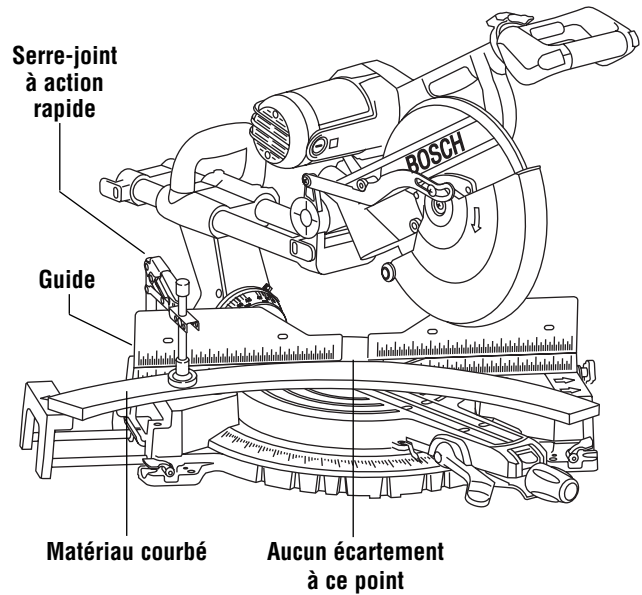

Figure 37. Matériau courbé
**AVERTISSEMENT** Si l'ouvrage est courbé ou gondolé, cramponnez-le avec la face courbée extérieure dirigée vers le guide. Assurez-vous toujours de l'absence d'un écartement entre l'ouvrage, le guide et la table le long de la ligne de coupe. Les ouvrages pliés ou gondolés peuvent se tordre ou culbuter, et peuvent faire gripper la lame de scie en rotation durant la coupe (Figure 37).